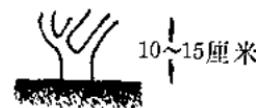

图 2
1. 低接埋土法 先将要淘汰品种的植株的几个主蔓^⑨，在冬剪^⑩基础上距地面10~15厘米处锯断(图2)，